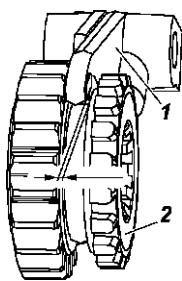

Рис. 7.9. Замер зазора между вилкой и шестерней включения прямой и понижающей передач:
**Зазор между вилкой 1 (рис. 7.9) и шестерней 2 включения прямой и понижающей передач:**